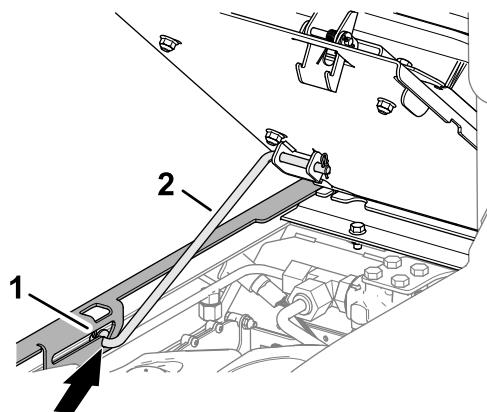

Figure 101
3. Engagez la bêquille dans le cran de la fente de blocage sur la plaque de guidage (Figure 101).